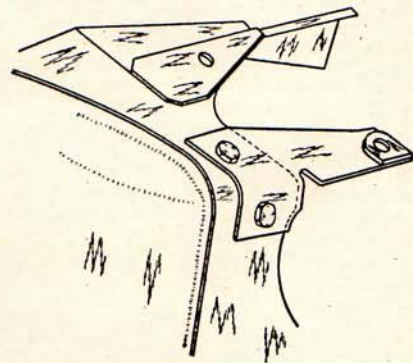

Fig. 6. — Fixation du collecteur d'air (nouveau montage).
- Sur le nouveau collecteur, la patte d'attache sur le bossage de la culasse est horizontale (figure 6).
- Souder ou river (comme indiqué sur la figure 6) l'élément spécial vendu par le Service des Pièces détachées (A 242-80 pour le côté G, A 242-80 a pour le côté D).